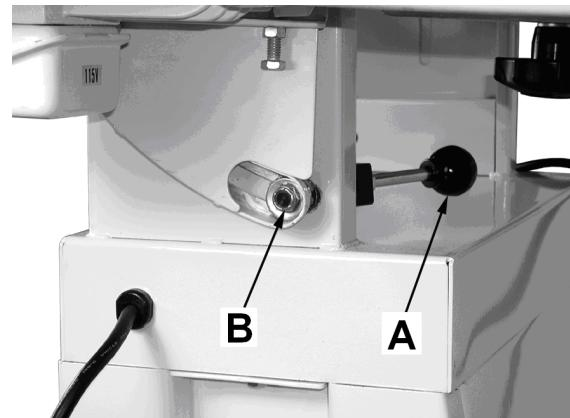

Fig 13
Die Klemmfunktion des Klemmhebels (A, Fig 13) ist justierbar. Dazu die Selbstsichernde Mutter (B) verstetzen.
Bei leicht gelöster Motorklemmung (A, Fig 13) kann mit den Stellschrauben (B) der Bandlauf verändert werden.